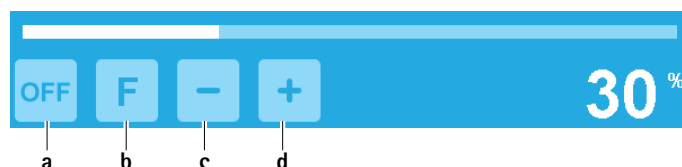

Fig. 7 Ativar bomba de irrigação/função "Flush"
- Ativar bomba de irrigação: Premir tecla para ligação da bomba de irrigação **a**, ver Fig. 7. A bomba de irrigação fica assim ativa e envia líquido de refrigeração com o débito ajustado.
- ▶ Desativar bomba de irrigação: Premir tecla para desligar a bomba de irrigação **a**, ver Fig. 7.